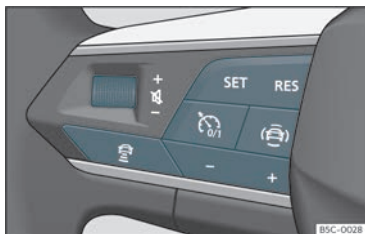

Fig. 151 No volante multifunções: botões para utilizar o ACC
O seu veículo dispõe de ACC se dispõe do menu de configuração no sistema Infotainment»»» Página 91, e se dispõe dos botões próprios da função ACC no volante multifunções»»» Fig. 151.
- Para começar a regulação pressione o botão **SET** >>> **Fig. 151**.
Para programar a velocidade pressione os botões **+ o -** >>> **Fig. 151** até à velocidade pretendida. O ajuste de velocidade realiza-se em intervalos de 10 km/h (5 mph).
- Pressione o botão  e, em seguida, o botão **+ ou -** >>> **Fig. 151**.